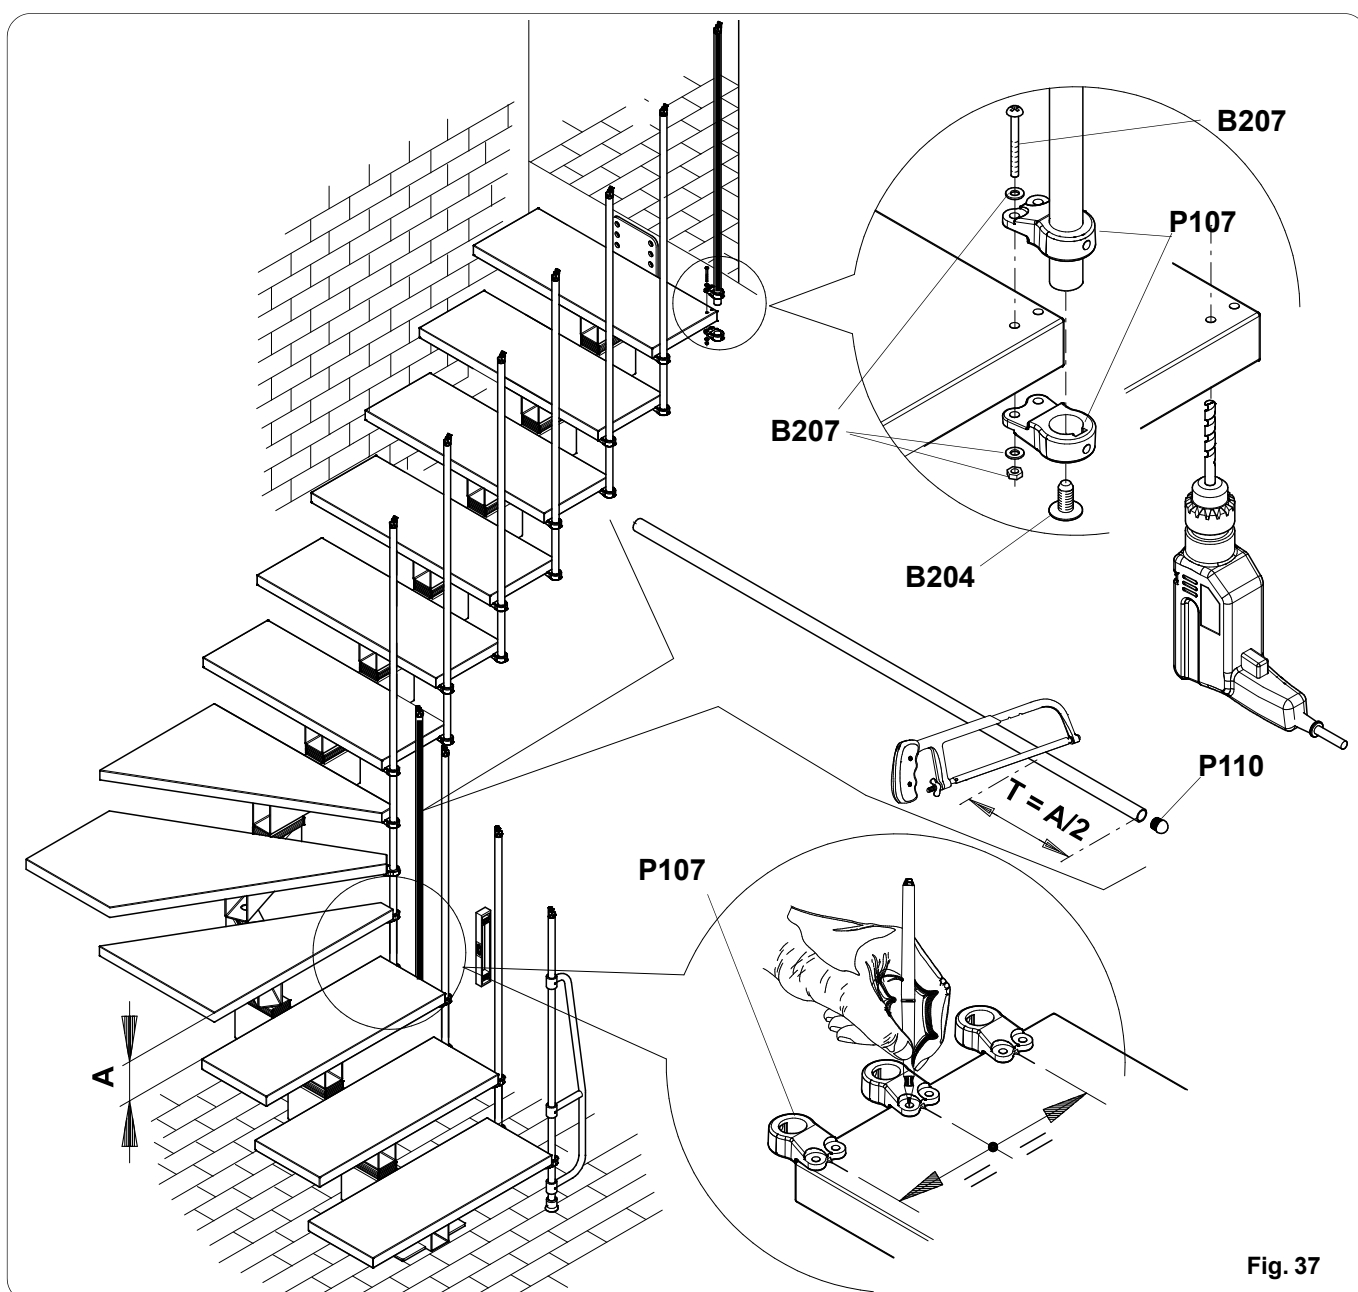

Fig. 37
- Il faut maintenant contrôler que les colonnes montées soient bien positionnées. En vérifier la verticalité, que les supports des câbles soit tournés vers l'extérieur de l'escalier, comme illustré fig. 37.